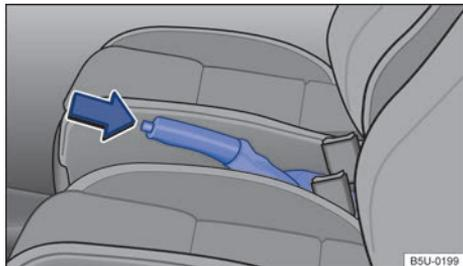

Fig. 104 Entre los asientos delanteros: palanca del freno de estacionamiento.
- Tirar de la palanca del freno de estacionamiento hacia arriba con la tecla de bloqueo presionada → fig. 104 (flecha).
- Tirar de la palanca del freno de estacionamiento un poco hacia arriba y presionar la tecla de bloqueo → fig. 104 (flecha).